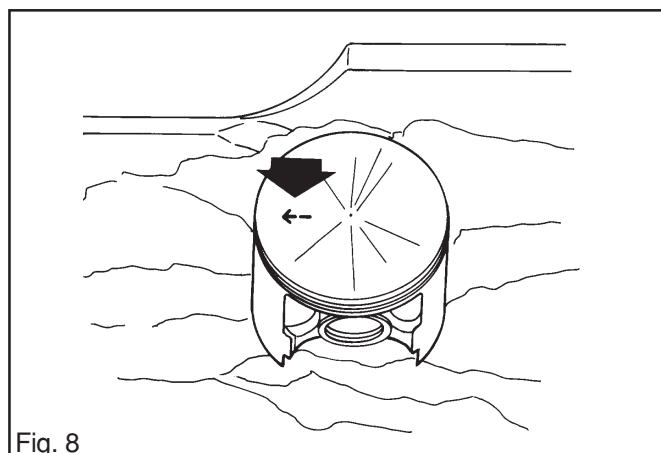

Fig. 8
2. Mettre en place le piston avec la flèche orientée vers la porte des gaz d'échappement. Voir la fig. 8. Introduire l'axe de piston et monter la bague de blocage.